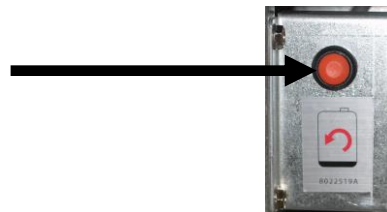

Figura 7
6. Prima e mantenha premido o botão de reinício JIB cor-de-laranja durante **três (3)** segundos para reiniciar o sistema de enchimento até cima. (ver Figura 7).